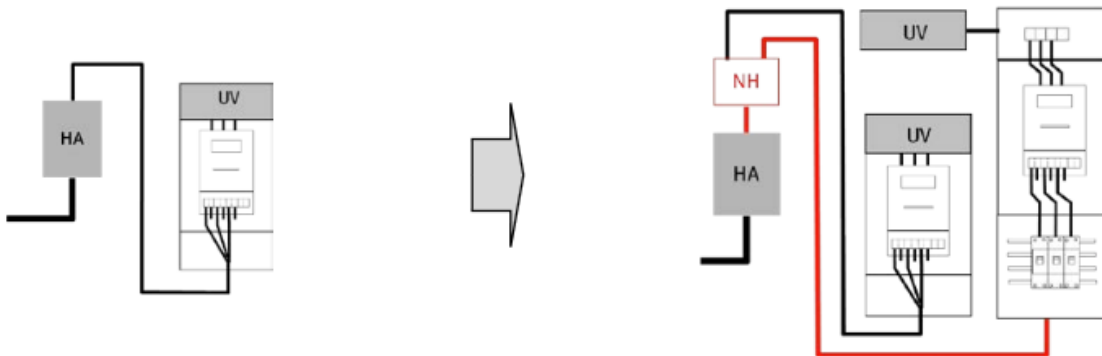

Bild 1: Erweiterung einer bestehenden Anlage (diese bleibt unverändert)
- Ein zusätzlicher NH-Verteiler (Siehe Bild 1) wird in unmittelbarer Nähe - dies bedeutet im selben Raum - des Hausanschlusskastens oder der Zähleranlage gesetzt.
- Die Absicherung der gesamten Anlage erfolgt im Hausanschlusskasten (HA). Die Selektivität der Sicherungselemente für die einzelnen Anlagenteile ist entsprechend zu gewährleisten.